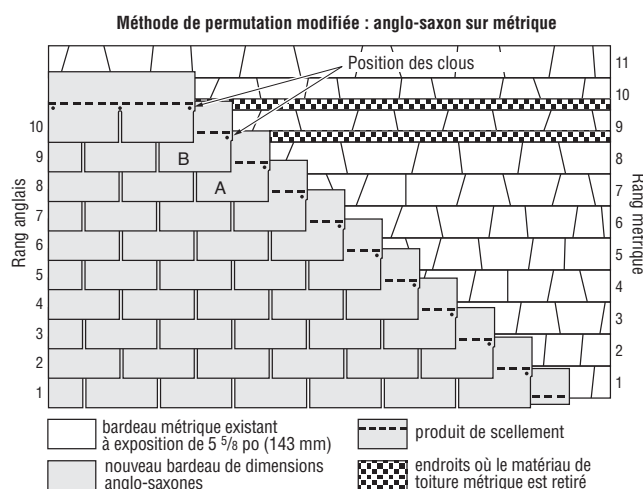

Figure 10-18 : Réfection d'un toit au moyen de bardeaux standards de 12 po (305 mm) x 36 po (910 mm) sur des bardeaux métriques.
L'exposition du bardeau métrique standard est normalement de  $5\frac{5}{8}$  po (143 mm). La figure 10-18 illustre la méthode idéalement utilisée pour recouvrir une telle toiture avec des bardeaux de dimensions impériales de 12 po par 36 po (305 mm par 914 mm).
rabaîsserait la rangée du dessus et la déformerait. Pour résoudre ce problème, il faut retrancher à la hauteur de la huitième rangée de bardeaux métriques une lisière d'environ 2 po sur le bord d'attaque du prochain bardeau métrique vers le haut, de façon à ce que le bardeau de dimensions impériales se loge correctement. Procéder de la même façon pour le neuvième rang métrique; le dixième rang devrait appuyer naturellement sur le bord d'appui du bardeau du dessus (figure 10-18).
**REMARQUE :** En réalité, l'exposition variera d'un rang à l'autre. Il faudra modifier les instructions qui précèdent en conséquence. **La règle à suivre** est la suivante : Chaque fois que le bord supérieur du bardeau de dimensions impériales chevauche le bord inférieur du bardeau métrique de moins de  $1\frac{1}{2}$  po (38 mm) (voir bardeaux A et B à la figure 10-18), retrancher 2 po (50 mm) (ou la longueur qui convient) du bardeau métrique de façon à ce que le bord supérieur du bardeau de dimensions impériales se loge correctement sous celui-ci.